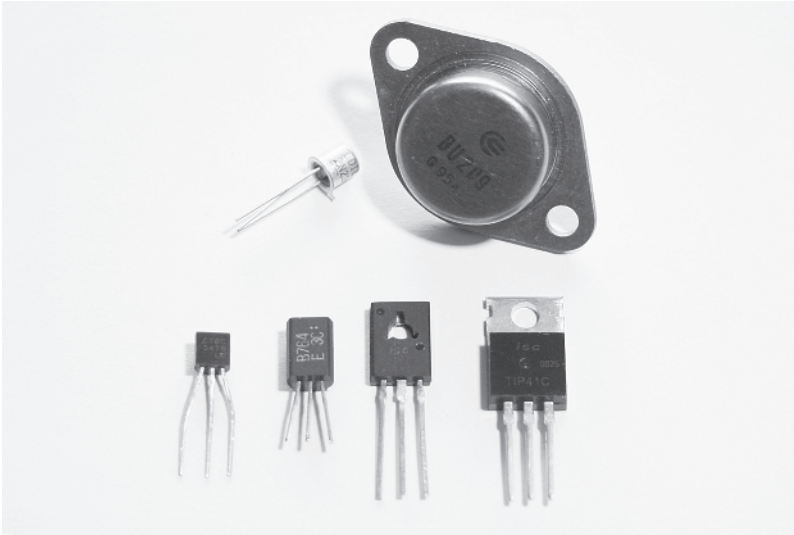

Abbildung 1.6: Kleinsignal- und Leistungstransistoren verschiedener Bauformen
Transistoren (siehe Abbildung 1.6) sind Halbleiterbauelemente und die wichtigsten aktiven Bauteile. Sie lassen sich als Schalter, Regler oder Verstärker einsetzen. Transistoren bestehen aus drei Halbleiterschichten, die in zwei unterschiedlichen Reihenfolgen angeordnet sein können. Solche Transistoren werden auch als bipolare Transistoren bezeichnet. Wird an die äußeren Halbleiterschichten eine elektrische Spannung angelegt, so kann zunächst kein Strom fließen, da der Transistor den Strom sperrt. Erst durch eine Ansteuerung der Basis mithilfe eines elektrischen Stroms wird der Übergang zwischen den äußeren Halbleiterschichten elektrisch leitend. Man unterscheidet zwischen NPN- und PNP-Transistoren. Sie bestehen meist aus Silizium. Die Anschlüsse eines Transistors werden Basis (B), Kollektor (C) und Emitter (E) genannt. Die Basis ist der sogenannte Steuereingang. Er dient dazu, den Stromfluss zwischen den beiden äußeren Halbleiterschichten, also Kollektor und Emitter, zu steuern. Fließt ein kleiner Strom über die Basis zum Emitter, so bewirkt dieser einen wesentlich stärkeren Stromfluss zwischen Kollektor und Emitter. Der relativ hohe Strom zwischen Kollektor und Emitter kann also erst fließen, sobald ein kleiner Basisstrom fließt. Dieser Vorgang wird als Stromverstärkung bezeichnet. NPN-Transistoren werden mit einem positiven, PNP-Transistoren mit einem negativen Steuerstrom angesteuert. Man unterscheidet zwischen Kleinsignaltransistoren und Leistungstransistoren. Kleinsignaltransistoren dienen dazu, sehr geringe Eingangssignale aufzubereiten, also zu verstärken. Diese Eingangssignale können beispielsweise von einem Mikrofon stammen, dessen in elektrische Signale umgewandelte Schallwellen um ein Vielfaches verstärkt werden müssen, bevor sie einem Lautsprecher zugeführt werden können. Um einen Lautsprecher anzusteuern, werden Leistungstransistoren benötigt, also solche Transistoren, die auch höhere Stromstärken verarbeiten können. Neben den bipolaren Transistoren gibt es noch die unipolaren Feldeffekttransistoren (kurz FETs), die häufig zum Steuern von hohen Strömen eingesetzt werden. Bei der Auswahl der richtigen Transistoren spielen die maximalen Schaltspannungen und Schaltströme eine wichtige Rolle, ebenso die maximalen Schaltfrequenzen (Schaltvorgänge pro Sekunde).